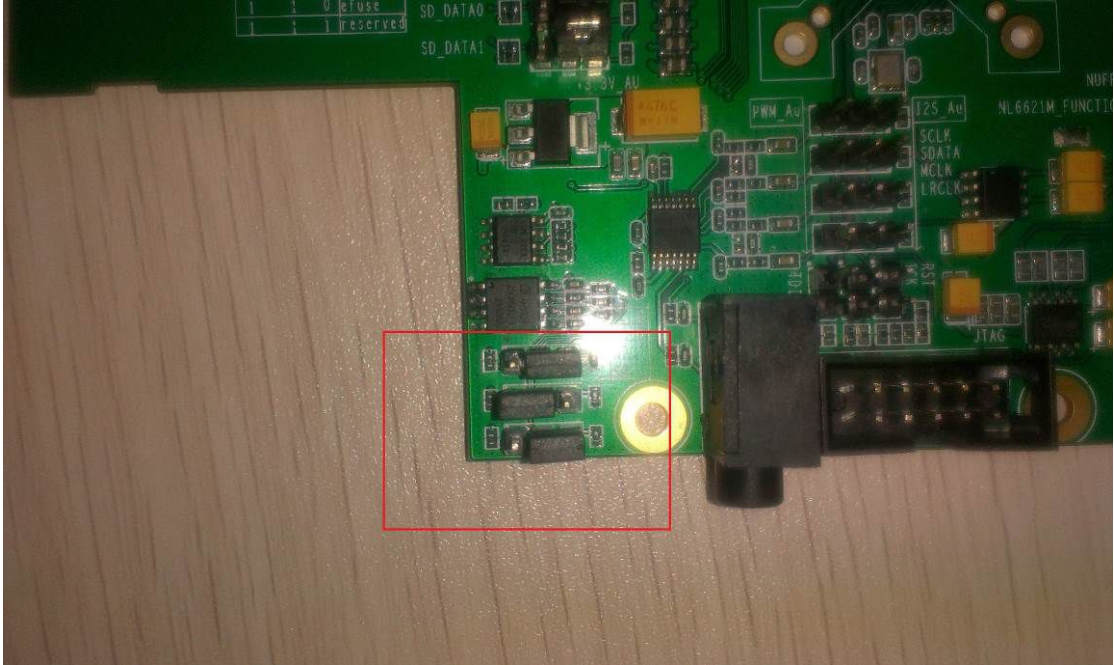

Figure 10 开发板设置为 Flash 启动模式(010)
4、在烧录完成后可以通过 Figure 9 设置，将开发板设置为 Flash 启动模式(010)。按下 Reset 键，串口出现 Figure 10 中的打印则说明固件正常加载。